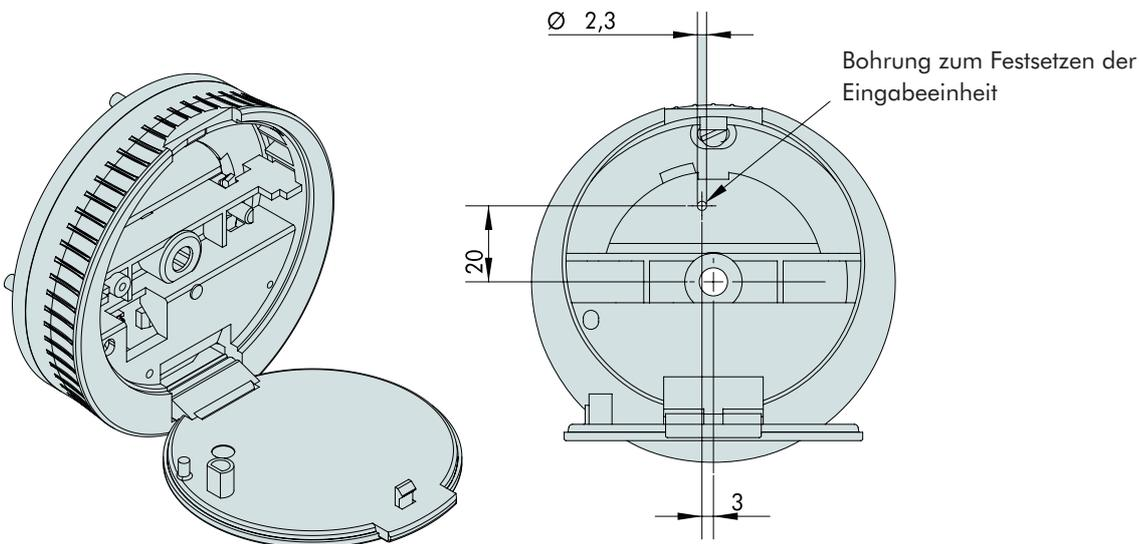

Abb. 11: Eingabeeinheit RO (festgesetzt)
- Montage Befestigungsring siehe 4.3. Es muss eine zusätzliche Bohrung in der Tür des Wertbehältnisses eingebracht werden (siehe Abb. 11).